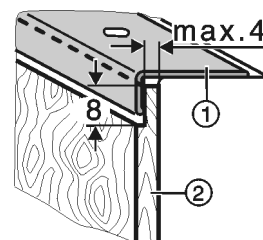

Fig. 41
- I pannelli decorativi più spessi Fig. 41 (2) sono graduati, conformemente all'illustrazione, al massimo di 4 mm di spessore.